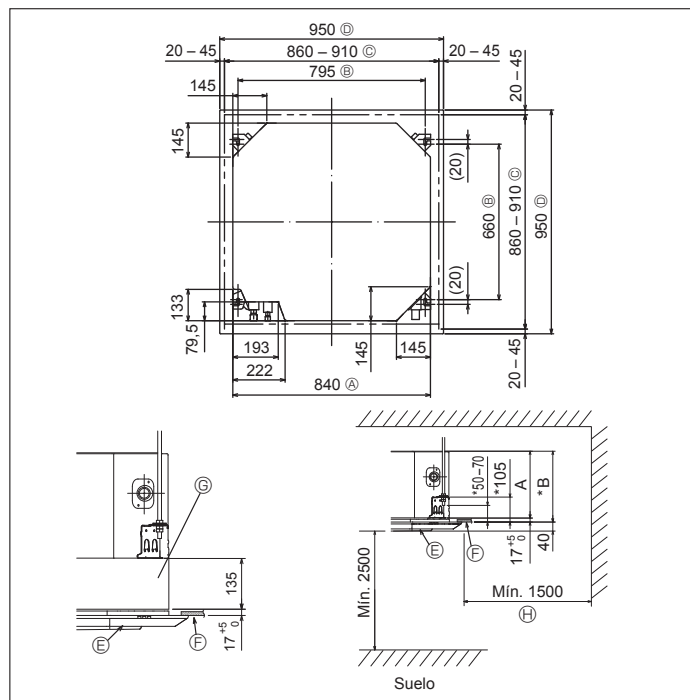

Fig. 3-2
④	Abrazadera (grande)	8
⑤	Abrazadera (pequeña)	1
⑥	Tubo de desagüe	1
⑦	Aislante	1
⑧	Tuerca abocardada 1/4F(RP60)	1
3.2. Apertura del techo y ubicación de los tornillos de suspensión (Fig. 3-2)
* Las dimensiones de la apertura del techo pueden ajustarse dentro de los valores indicados en la Fig. 3-2; centre la unidad principal en la apertura asegurándose de que los lados opuestos respectivos alrededor de la apertura sean idénticos.